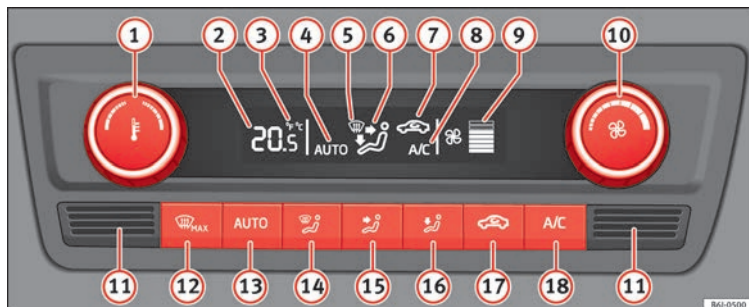

Bild 167 Climatronic: reglage.
-  **(18)** » bild 167 påslagen.
Motsvarande funktion slås på när en knapp trycks in. Luftkonditioneringen slås på om den var avstängd. Ett undantag är knapp **(17)** » bild 167 (luftcirkulation)
- Vrid reglaget **(10)** åt vänster till segmenten i kolumn **(9)** » bild 167 slocknar.
- Tryck på knappen  **(13)** » bild 167.
Håll in knapparna  och  » bild 167 i **2 sekunder** samtidigt. Informationen visas på skärmen i den önskade enheten.
- Kupétemperaturgivaren **(11)** » bild 167 finns längst ner. Den får inte täckas för med dekaler eller liknande, eftersom detta kan ha negativ inverkan på Climatronics funktioner.
- Tryck in knappen  **(13)** » bild 167 och **AUTO** som visas på skärmen.
- När du slår på tändningen kan reglaget **(1)** » bild 167 användas för att ställa in den önskade innertemperaturen.
- Tryck på knappen  **(17)** » bild 167 och symbolen visas på skärmen.
- Tryck på knappen  **17** » » **bild 167** och symbolen försvinner från skärmen.
- Vrid reglaget **10** » » **bild 167** moturs (sänk hastigheten) eller medurs (öka hastigheten).
- Tryck på knappen  **MAX** **12** » » **bild 167**.
- Tryck flera gånger på knappen  **MAX** **12** » » **bild 167** eller tryck på knappen  **AUTO**.